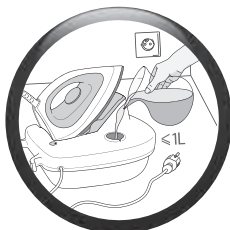

fig. 1
- Utilisez une carafe d'eau, remplissez-la d'un litre d'eau maximum et remplissez la chaudière en prenant soin de ne pas faire déborder d'eau - **fig.1**.